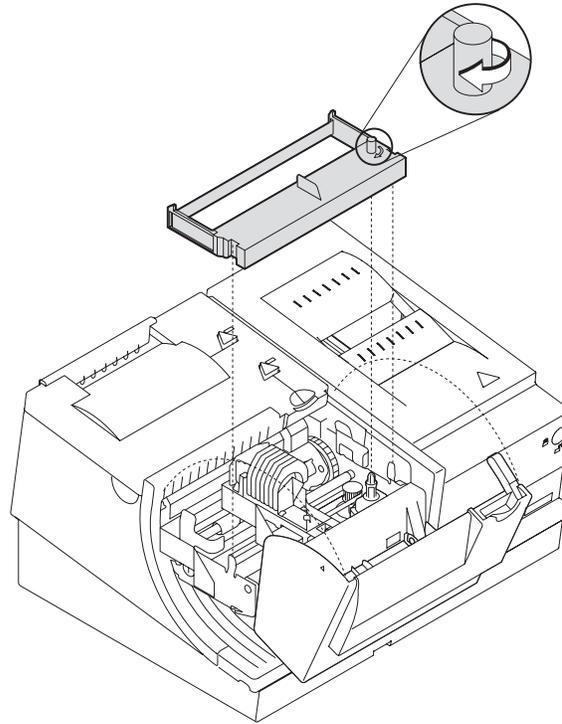
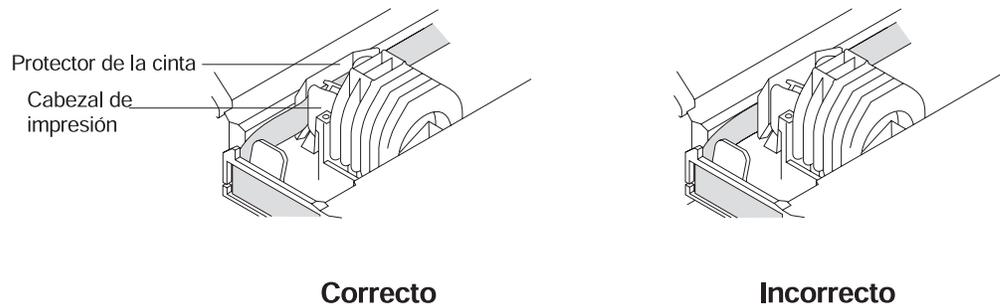

Figura 6-6. Carga del cartucho de cinta
Figura 6-7. Recorrido de la cinta alrededor del cabezal de impresión
- Mantenga la tensión de la cinta girando el mando del cartucho de cinta tal como se muestra en la Figura 6-6. Inserte el cartucho en su posición hasta que las muescas de ambos lados encajen en su sitio sobre las guías de la impresora. Una vez se haya colocado el cartucho en su lugar, gire el mando hasta que la cinta se mueva entre el cabezal de impresión y el protector de cinta. Consulte la Figura 6-7 para ver la colocación correcta de la cinta.